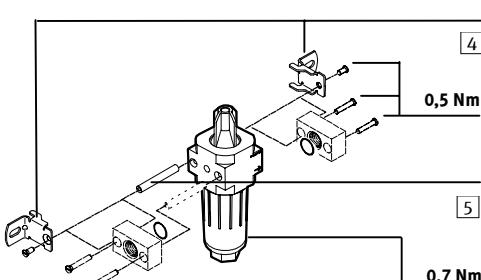

Bild 2 / Fig. 2
- Verwenden Sie Haltewinkel Typ HFOE...-MICRO, die beiliegenden Stelzbolzen und Befestigungsschrauben zur Befestigung [4] und [5] in Bild 2).